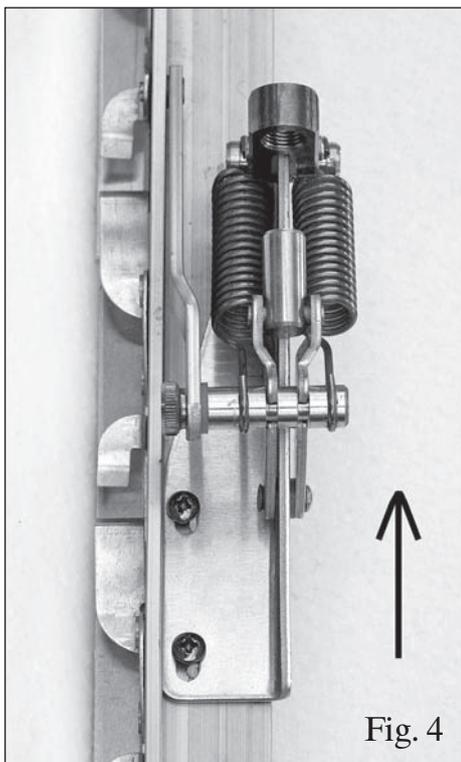

Fig. 4
5. Монтировать открывающий механизм на место ручки, сместить его к соединительному рычагу до полного закрытия. Отметить положение двух установочных отверстий рычага открывающего механизма (5) по отношению к механизму жалюзийного окна.
7. Закрепить открывающий механизм, используя входящие в комплект самонарезающие винты. Винты сильно не затягивать, см. рис. 4.